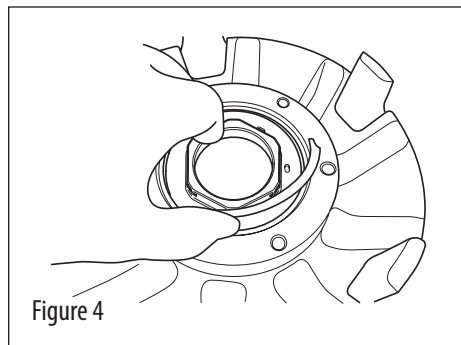

Figure 4
- Installez l'anneau de blocage en spirale dans la rainure pour l'anneau du moyeu. Assurez-vous que l'anneau de blocage est bien inséré dans la rainure du moyeu (figures 4 et 5).